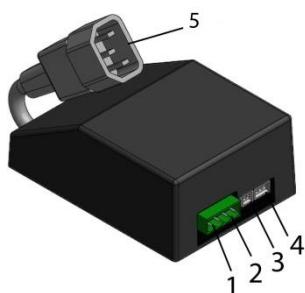

Bild 8
Välj ett fast börvärde till framledningstemperaturen. Värmen är **på** när kontakt (pos 1, *Bild 8*) är **sluten**.
Välj ett fast börvärde till framledningstemperaturen. Värmen är **på** när kontakt (pos 1, *Bild 8*) är **öppen**.